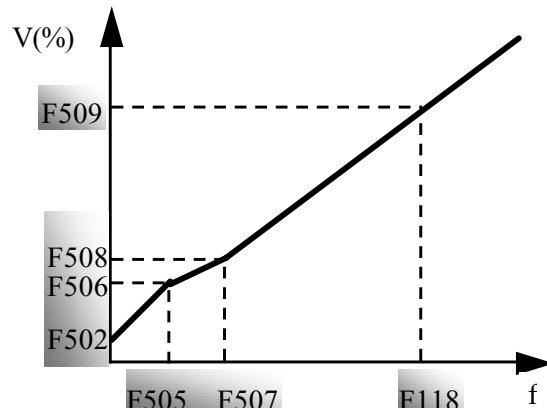

Fig5-8 Curba poligonală V/F
- Utilizatorul poate defini propria curba poligonală V/F după cum se arată în Fig 5-8.